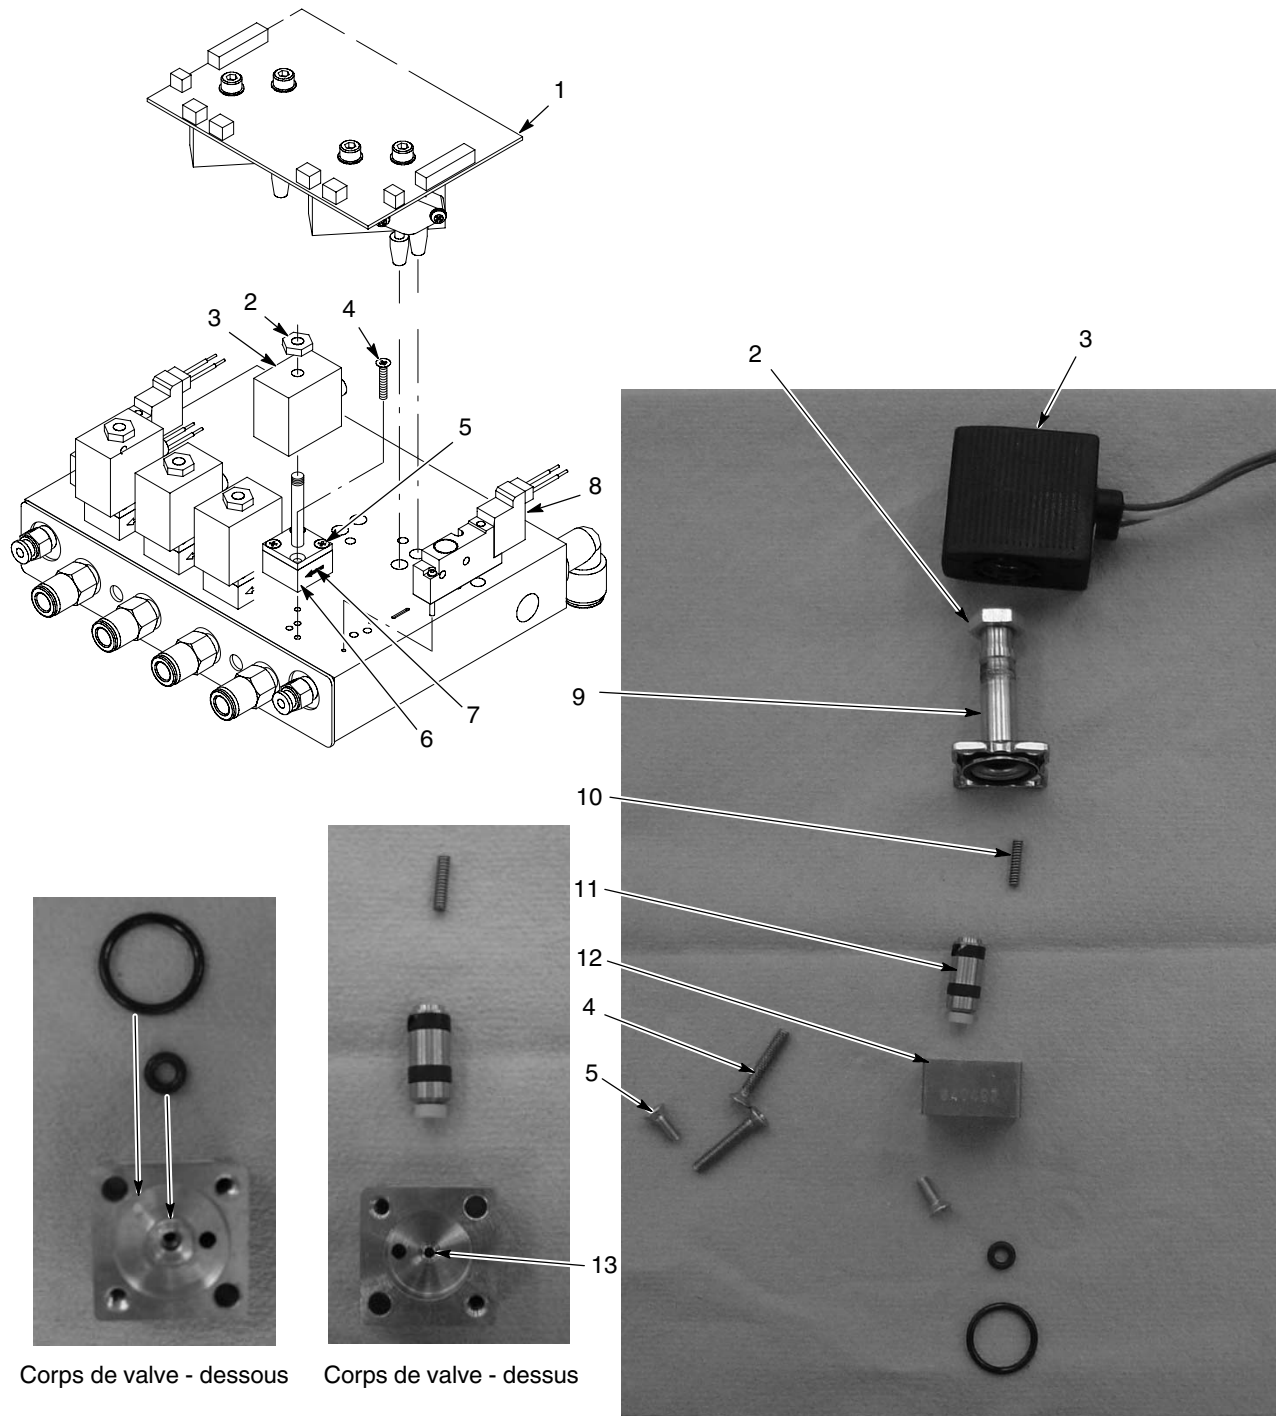

Figure 5-1 Dépose et remplacement de la valve proportionnelle du module iFlow
Voir la figure 5-1. Une source d'air encrassée peut entraîner un dysfonctionnement de la valve proportionnelle (6). Suivre ces instructions pour démonter et nettoyer la valve.
1. Débrancher les fils de la bobine (3) de la carte (1). Retirer l'écrou (2) et la bobine de la valve proportionnelle (6).
2. Retirer les deux longues vis (4) pour pouvoir déposer la valve proportionnelle du collecteur.
3. Retirer les deux vis courtes (5) puis déposer la souche de la valve (9) du corps de valve (12).
4. Retirer la cartouche de valve (11) et le ressort (10) de la souche.
Voir la figure 5-1. Pour démonter les électrovannes des pistolets (8), retirer les deux vis dans le corps de valve et soulever la valve du collecteur.